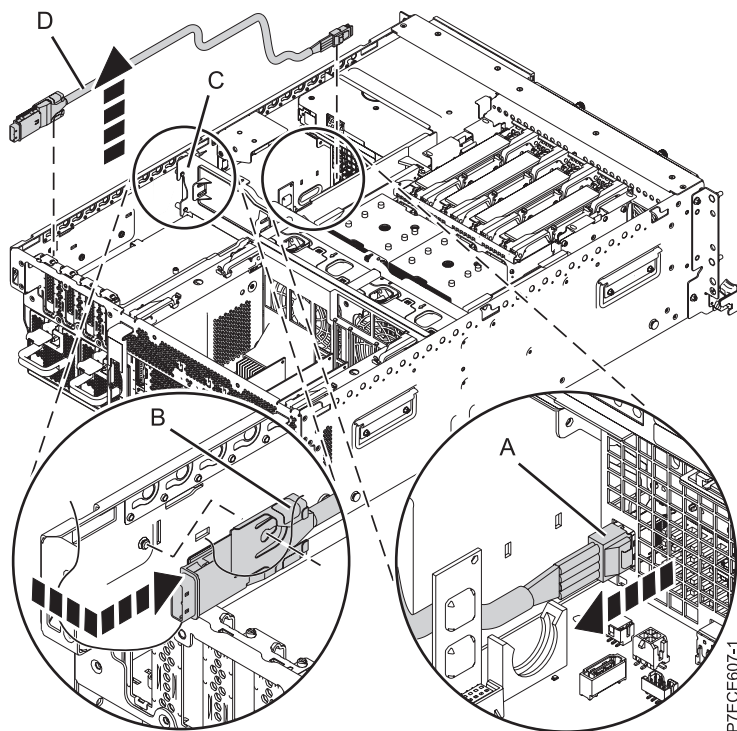

Figure 26. Retrait du port SAS externe
9. Appuyez sur le taquet latéral et retirez le capuchon SAS (A) du port de connexion SAS externe sur le fond de panier de l'unité de disque (voir figure 26, à la page 48).
10. Enfoncez le port de connexion SAS vers le bas (B) puis sortez le câble SAS (D) du fond de panier système.
11. Retirez le câble SAS (D) du système en tirant à partir de l'équerre centrale (C).